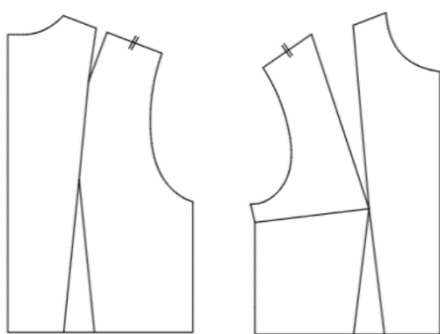

图 4-1-37 转省
① 用“ (智能笔)”工具连接后片肩胛省、腰省省尖点，形成后片公主线设计；用“ (比较长度)”工具量取后肩线肩胛省至肩点距离，在前肩对应截取。
② 连接前肩截取点和 BP 点，用“ (转省)”工具将前片侧省转移至前肩线，如图 4-1-37 所示。